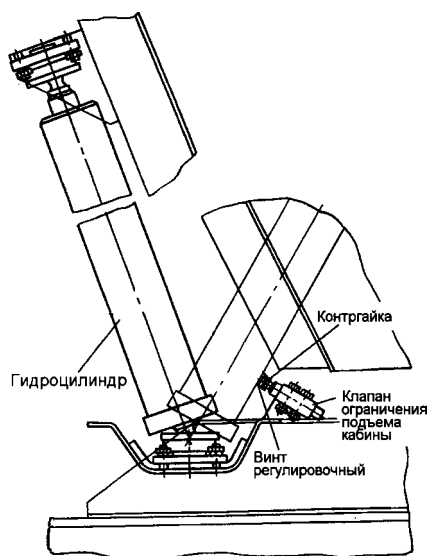
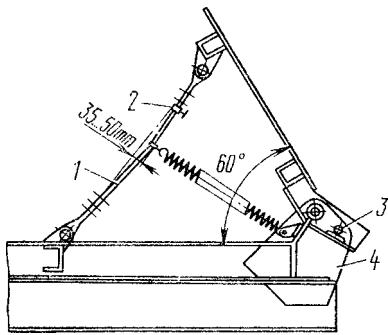

Рис. 263. Регулировка механизма подъема платформы самосвала
Рис. 269. Установка страховочных тросов: 1 - трос; 2 - зажим; 3 - палец стопорный; 4 - кронштейн
Проверьте состояние и правильность регулирования клапана ограничения подъема платформы (см. рис. 263). Клапан должен быть надежно закреплен на кронштейне поперечины надрамника. Регулировочный винт должен быть застопорен контргайкой. Не допускайте искривления штока клапана, течи масла из-под уплотнения штока и по резьбовым соединениям трубопроводов. При правильно отрегулированном угле подъема платформы стопорные пальцы (рис. 269) платформы свободно должны входить в отверстия в кронштейнах надрамника. Не допускайте эксплуатации автомобиля с нарушенной регулировкой угла подъема платформы.
- отверните контргайку (см. рис. 263) регулировочного винта;
— убедитесь, что подъем прекращается при совпадении оси стопорных пальцев 3 (рис. 269) с осями отверстий в кронштейнах надрамника. Стрела прогиба страховочного троса должна составлять 35 - 50 мм. При иной величине стрелы прогиба отрегулируйте длину троса, для чего ослабьте затяжку зажимов троса.
- проверьте стрелу прогиба страховочного троса (рис. 269); при совпадении оси стопорных пальцев с осями отверстий в кронштейнах надрамника стрела прогиба страховочного троса должна быть 36...50 мм, для КамАЗ-55102 при опрокидывании назад — 100...150 мм, при опрокидывании на сторону — 200...250 мм.